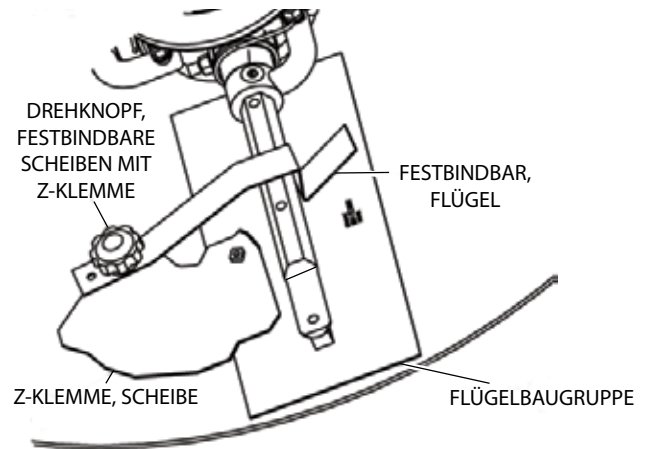

Abbildung 57. Montage der Ausgleichsscheiben mit Z-Klemme
Beziehen Sie sich auf die Abbildung 57, wenn Sie die Ausgleichsscheiben montieren.
3. Befestigen Sie die Flügelanbindungen an den Z-Klemmmaschen mit dem fest platzierten Drehknopf, wie in Abbildung 57 gezeigt.